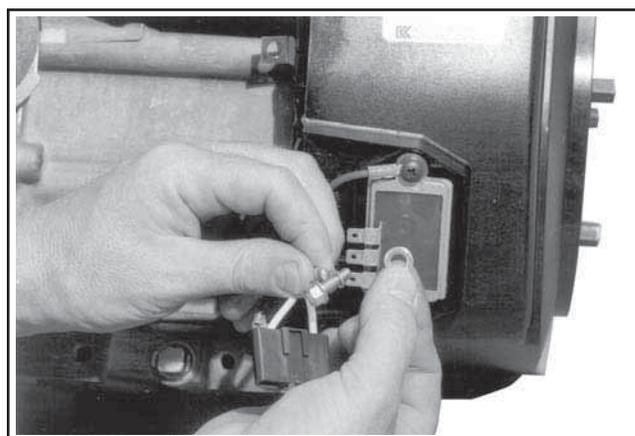

Figure 11-69. Connexion du câble de mise à la terre.
- Monter le redresseur-régulateur dans le carter de protection du ventilateur, si retiré au préalable, connecter ensuite le câble de mise à la terre du redresseur-régulateur avec la rondelle et la vis argentée à travers l'œillet comme montré à la Figure 11-69. Si on utilise une bride de mise à la terre, fixer par la vis de montage inférieure et la rondelle contre le côté **externe** du redresseur-régulateur. Voir la Figure 11-71.